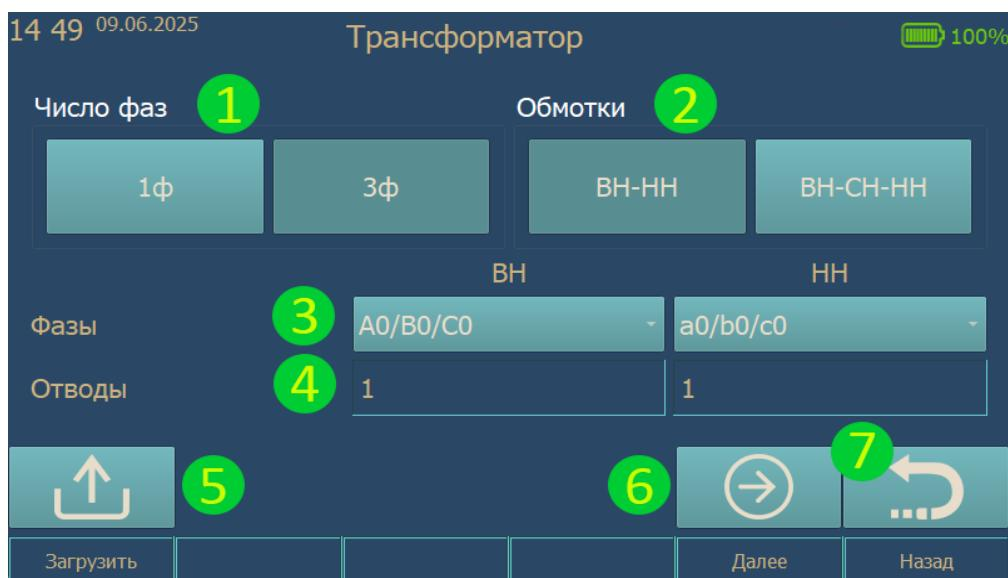

Рис. 13. Конфигурация трансформатора
2.6.1. После выбора пункта меню «Режим трансформатор» открывается окно предварительного этапа – задание конфигурации трансформатора. Внешний вид окна представлен на рис. 13.